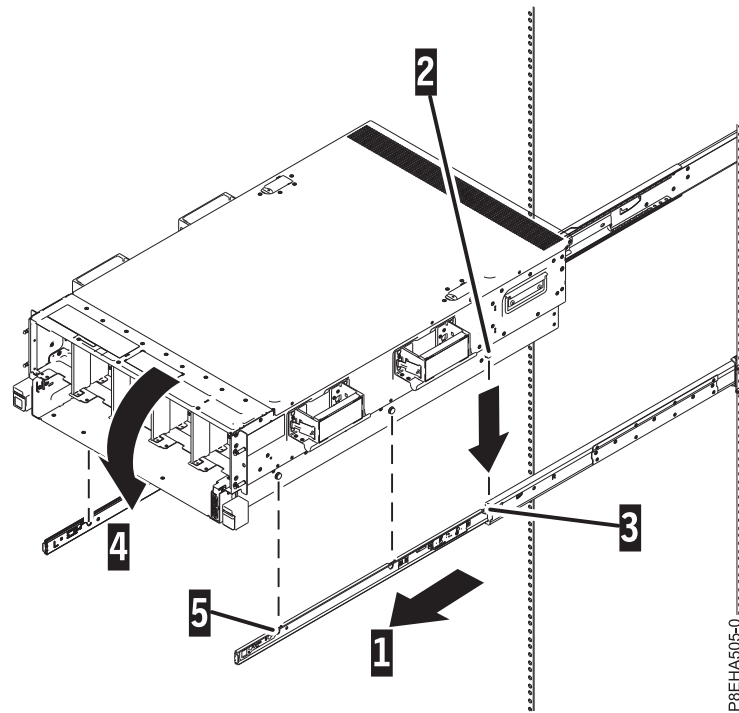

Figure 11. Installation du châssis sur le support de montage
1. Étirez le support de montage (1) comme illustré à la figure 11, à la page 11.
4. Inclinez l'avant du système vers le haut de sorte que les broches arrière du châssis (2) s'insèrent dans les trous arrière du support de montage (3), comme illustré à la figure 11.
5. Inclinez l'avant du système vers le bas de sorte que les broches du châssis s'insèrent dans les trous avant (4 et 5) et dans les trous centraux du support de montage, comme illustré à la figure 11.